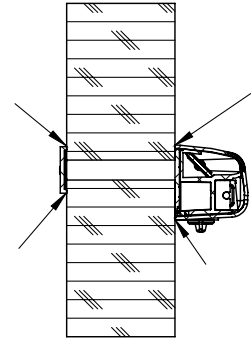

Abb. 3.
5. Optional können die Elemente mit Silikon abgedichtet werden (Abb. 3);